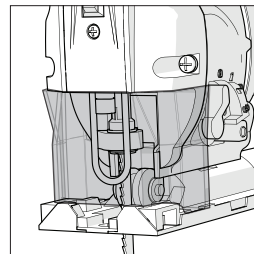

Abb. 9
- Der vordere Schutz **(Abb. 9)** steckt auf der Vorderseite der Maschine unter der Laser-Führung und vor dem Sägeblattschutz aus Stahl.